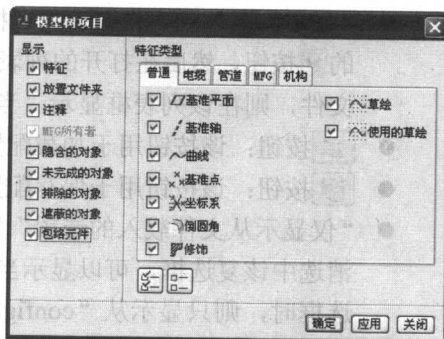

图 1-20 “模型树项目”对话框
① 单击模型树中的 **设置(S)** 按钮，并在弹出的“设置”菜单中选择“树过滤器”命令，打开“模型树项目”对话框。
② 在该对话框中，选中“显示”选项组中的所有选项的复选框，如图 1-20 所示。然后单击对话框底部的 **确定** 按钮，退出对话框。
③ 单击模型树中的 **设置(S)** 按钮，并在弹出的“设置”菜单中选择“保存设置文件”命令，打开“保存模型树配置”对话框。
④ 通过“查找范围”下拉列表框，改变目录到启动目录中（如“D:\start”），并接受缺省的文件名“tree.cfg”。然后单击对话框底部的 **保存** 按钮，退出对话框。